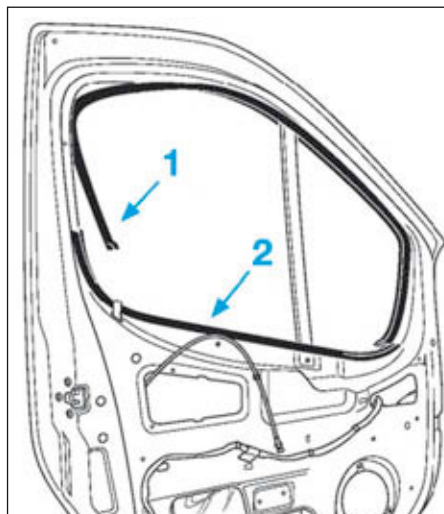

FIG.95
- Déposer partiellement le coulisseau de vitre partie supérieure en (1) (Fig.95).
- Déposer le coulisseau de vitre partie inférieure (2).
- le coulisseau de vitre en partie inférieure (2) (Fig.95),
- le coulisseau de vitre en partie supérieure (1),